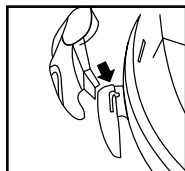

FIGURA 9
10. Coloque las lengüetas en forma de "J" en las ranuras de los soportes para enrollado de cable. **FIGURA 9.** Presione hasta que las lengüetas encajen en su lugar.